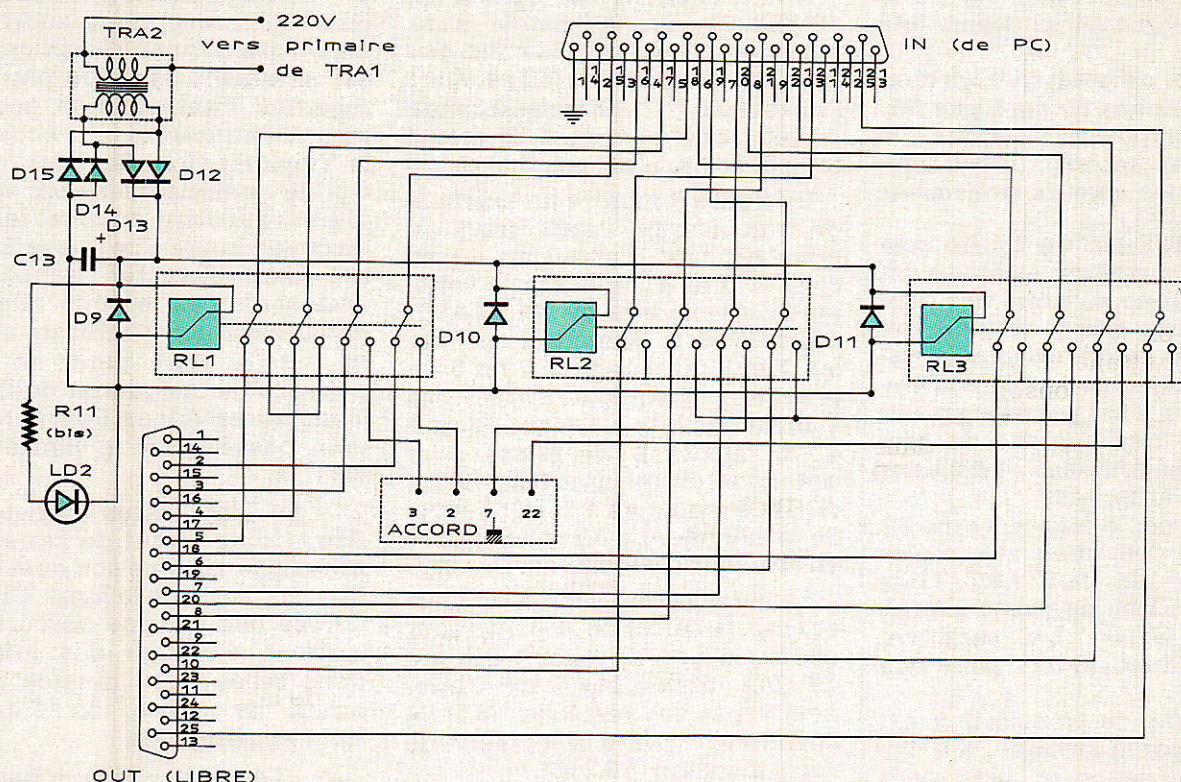

Figure 4
**VERSION LUXE :** nous avons également mis au point un circuit imprimé comportant 4 relais, deux socles RS 232 (mâle + femelle) et une alimentation autonome, en pensant à ceux qui ont une machine constamment reliée à la sortie série de leur ordinateur (table traçante, imprimante, etc.), et pour lesquels les changements fréquents des prises deviendraient insupportables (**figure 4**).